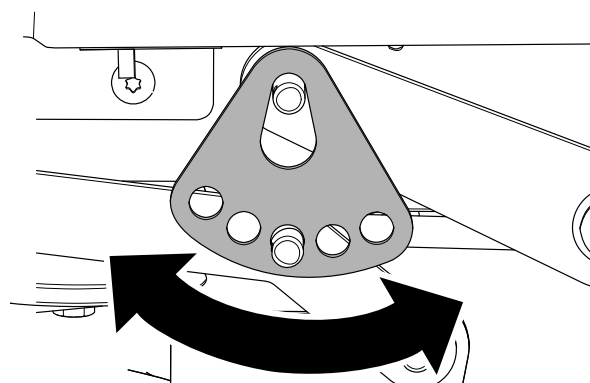

Figura 70
7. Gire la pletina de altura de corte hasta un orificio diferente, de modo que sostenga el peso de la carcasa del cortacésped después de instalar la pletina (**Figura 70**).
8. Instale la arandela y la chaveta (**Figura 70**).